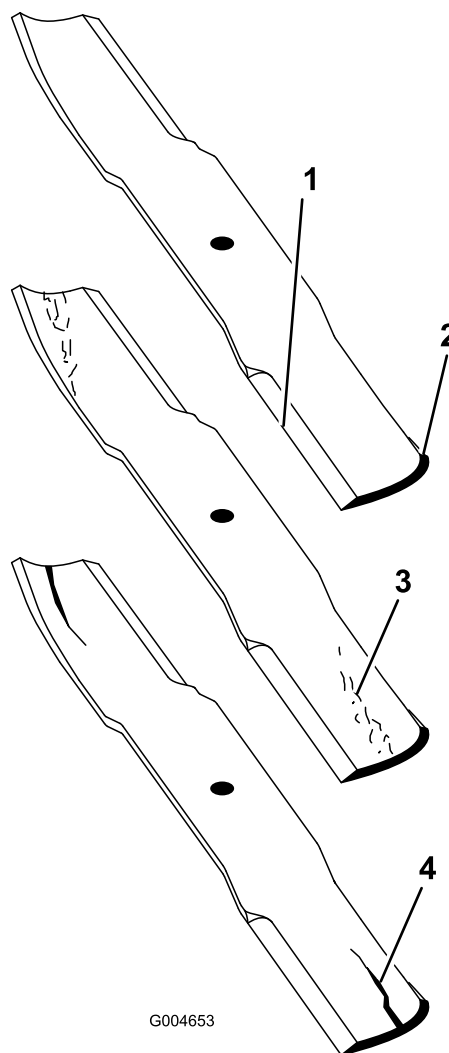

Bild 127
2. Prüfen Sie die Schnittkanten des Messers sorgfältig, insbesondere dort, wo die geraden Flächen die gebogenen berühren (Bild 127).
Hinweis: Da Sand und anderes reibendes Material das Metall abschleifen kann, das die flachen mit den gebogenen Teilen verbindet, müssen Sie das Messer vor jedem Einsatz des Rasenmähers prüfen. Wenn Sie Abnutzungen feststellen (Bild 127), sollten Sie das Messer auswechseln.